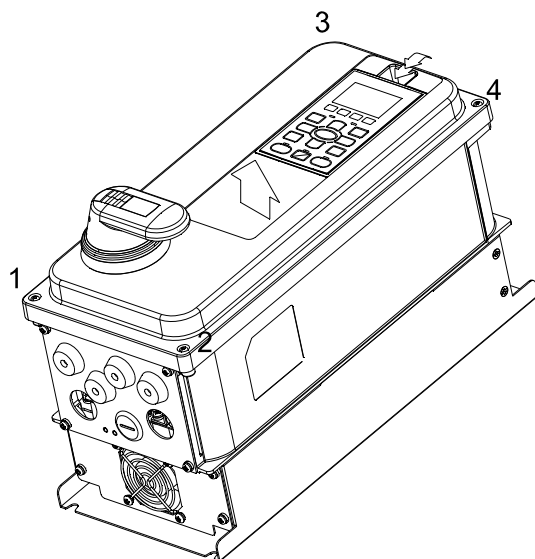

图 2
1. 按压数字操作器上方卡勾，旋转移除数字操作器（如图 2 所示）